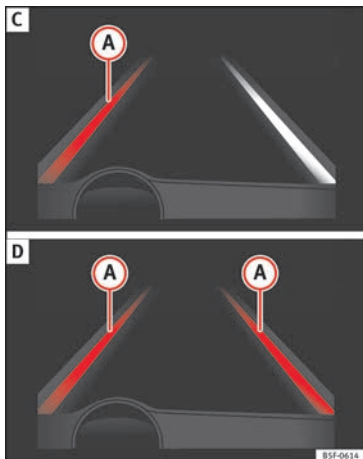

Fig. 192 En la pantalla del cuadro de instrumentos: indicación en la pantalla del sistema de aviso de salida del carril (ejemplo 2).
- El sistema está trabajando, la línea resaltada **A** indica que había riesgo de sobrepasar la línea de carril involuntariamente y está actuando sobre la dirección para corregir la trayectoria » **fig. 192 C**.
- Las dos líneas resaltadas **A** se encienden a la vez cuando tenemos las dos líneas de carril reconocidas y la función de guiado central de carril está activada » **fig. 192 D**.